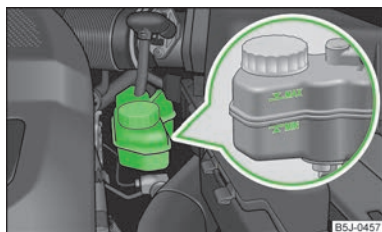

Fig. 118
- > Verificați nivelul lichidului de frână pe recipientul acestuia » fig. 118. Nivelul trebuie să se găsească între marcajele „MIN” și „MAX”.